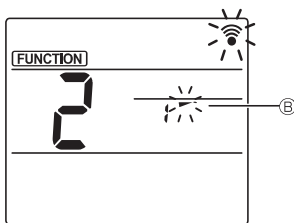

Fig. 3-3
- De waaierhoek instellen (Fig. 3-3) Druk op de toets [▲] om de waaierhoek B te selecteren. Richt de draadloze afstandsbediening op de ontvanger op de binneneenheid en druk vervolgens op de toets [SET].